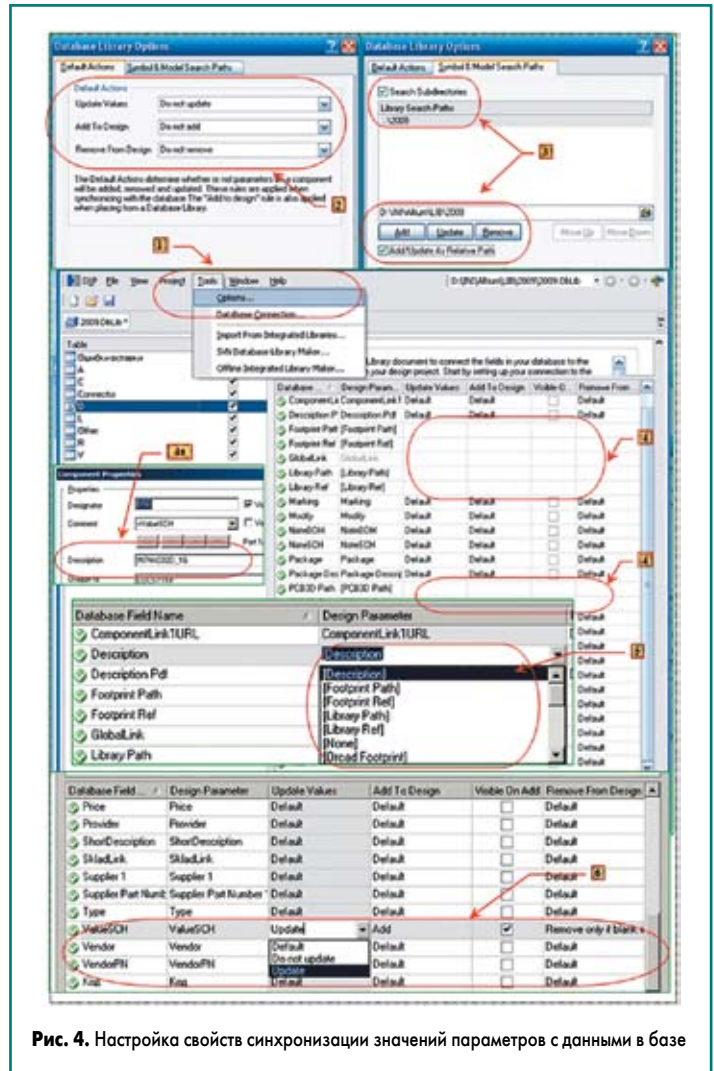

Рис. 4. Настройка свойств синхронизации значений параметров с данными в базе
Рассмотрим более подробно настройку параметров синхронизации данных между базой и проектом. Отметим, что Altium Designer позволяет при формировании отчетов брать как параметры, так и их значения непосредственно из базы данных. Поэтому нет необходимости держать все параметры непосредственно в компоненте (в параметрах графических элементов на схеме), чтобы не увеличивать размер файлов. Непосредственно в параметры графического изображения компонента следует передавать только те, которые явно отображаются на схеме. Синхронизацию остальных следует ограничить и передать только те, которые необходимы для однозначного определения компонента, и те, что использует Altium Designer для иных целей. Рассмотрим список **Field Mapping** параметров подробнее и настроим свойства синхронизации (рис. 4):
3. Укажем пути нахождения библиотек и моделей. Автор для этого использует одну директорию, однако можно иметь и несколько. Для добавления новой директории следует указать путь к ней (на рис. 4 — **D:/INI/Altium/LIB/2009**) и нажать кнопку **Add**. В частности, для указания относительного пути следует установить флаг **Add/Update As Relative Patch**. В этом случае запись в соответствующем окне примет вид «./2009» и ссылка будет действовать на всех компьютерах с вашими настройками.